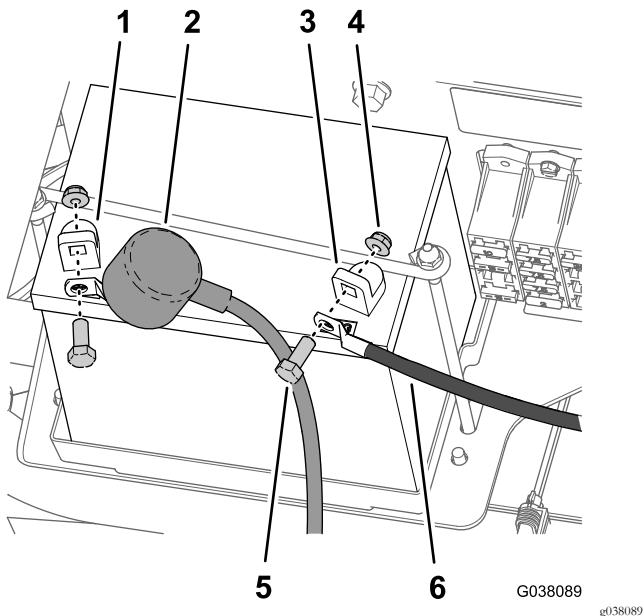

图4
- 从电池电极上断开负极黑色——接地电线 图4。
7. 向后滑动绝缘盖从电池电极上断开正极红色接线图4。